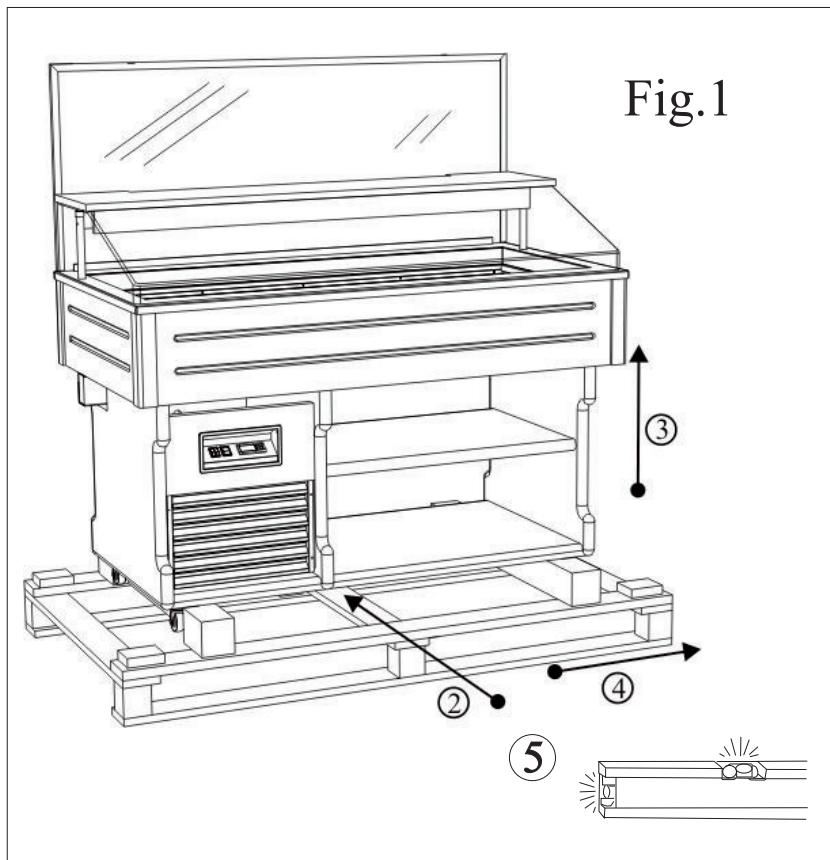

Fig.1
4. Eliminare il pallet o cassa. 5. Posare l'apparecchiatura su un piano livellato orizzontale. 6. Fare attenzione a non lasciare niente nell'imballo prima di buttarlo. 7. Separare i materiali dell'imballaggio secondo la composizione in modo da facilitarne lo smaltimento. 8. È possibile bloccare l'apparecchiatura agendo sulle ruote con freno (vedi Fig.1).